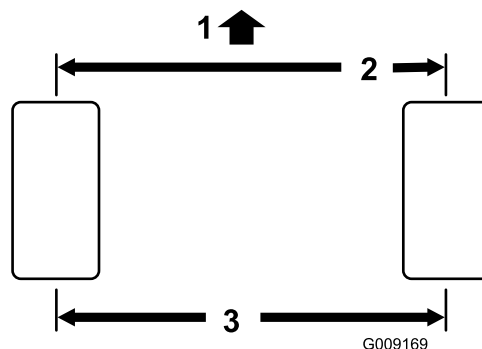

Figura 82
2. Măsurai distanța centru-centru (la înălțimea axului) în partea din față i din spate a roilor (Figura 82).